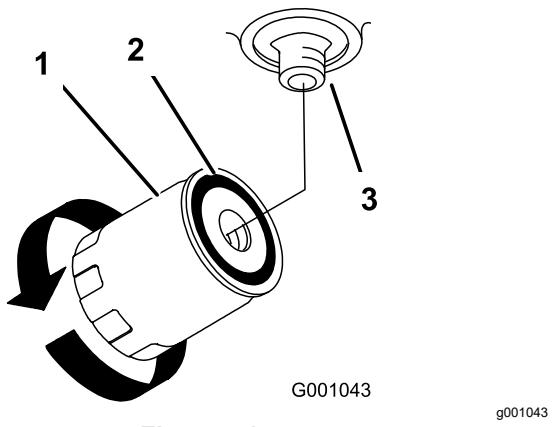

Figura 71
4. Togliete il filtro usato e tergete la superficie della guarnizione dell'adattatore del filtro (Figura 71).
- Girate il filtro in senso orario finché la guarnizione di gomma non tocca l'adattatore, quindi serrate il filtro di un altro mezzo giro (Figura 71).